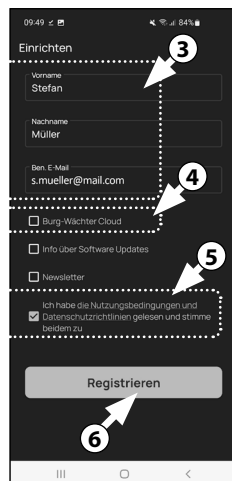

Fig. 3
- 3 Inserire il proprio nominativo e un indirizzo e-mail (Fig. 3).
- 4 Scegliere la voce: "BURG-WÄCHTER Cloud", non necessaria per la configurazione e quindi può essere tralasciata (Fig. 3). Per la trattazione di questo argomento si rimanda alle istruzioni principali presenti sul nostro sito web (vedere link alla pagina del titolo).
- 5 Leggere le condizioni di utilizzo e le linee guida per la privacy e accettarle (Fig. 3).
- 6 Selezionare "Registrieren" (Registrazione) (Fig. 3).